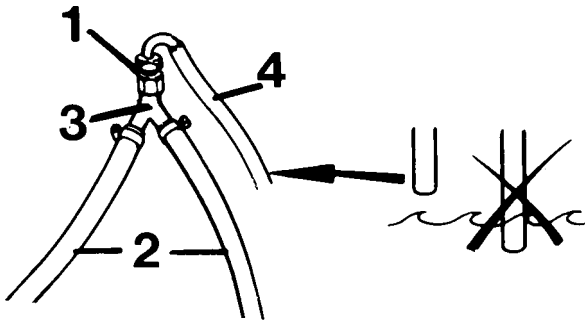

Fig. 1
Collegare un tubo flessibile della lunghezza necessaria (2, fig. 1) tra la diramazione (3) ed il rispettivo collegamento al motore. Stringere con doppi morsetti inossidabili in ogni punto di collegamento (ne sono inclusi 4 nel kit). NOTA: I tubi flessibili vanno posizionati in modo che non formino gomiti troppo pronunciati, al fine di evitare lo schiacciamento o il piegamento dei flessibili con conseguente interruzione del flusso dell'acqua. Se i flessibili vengono fatti passare attraverso una paratia, sarà necessario montare dei passatubi di gomma o protezioni simili.
Il tubo flessibile (4, fig. 1) sulla parte superiore della valvola va posizionato in modo da non formare piegature e in maniera che l'eventuale gocciolamento di acqua non provochi danni. (Max. lunghezze 0,5 m).